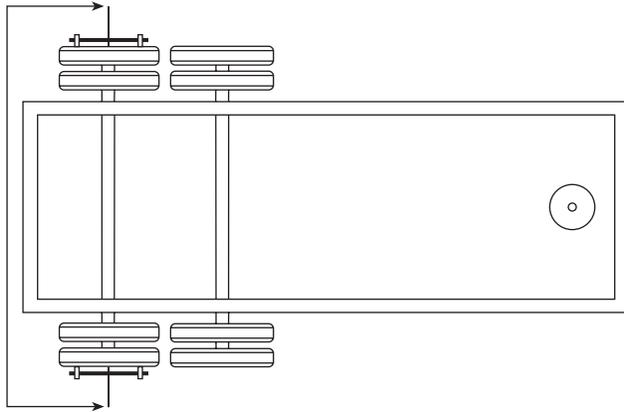

Figura 27. Midiendo el valor objetivo
- a. Mida de punta a punta la extensión de la terminal de la rueda (figura 27).